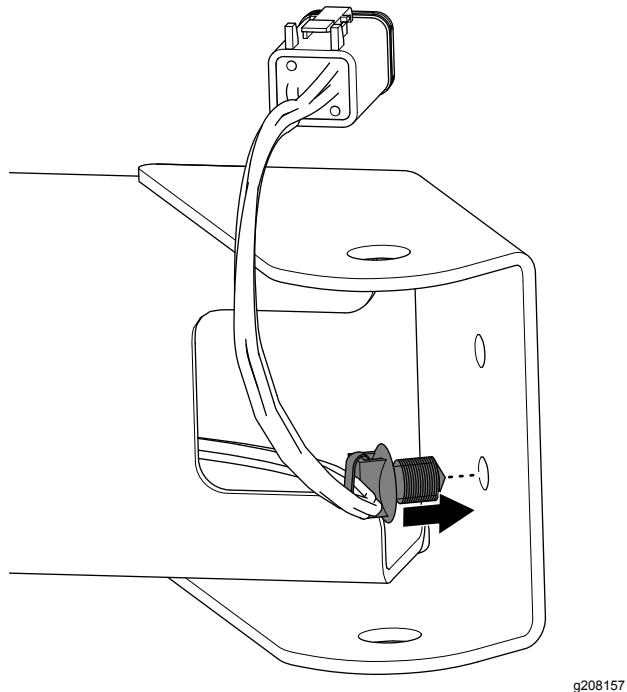

Figura 12
6. Insira o fixador de pressão da cablagem no furo na extremidade da montagem da luz de trabalho como se mostra na Figura 12.